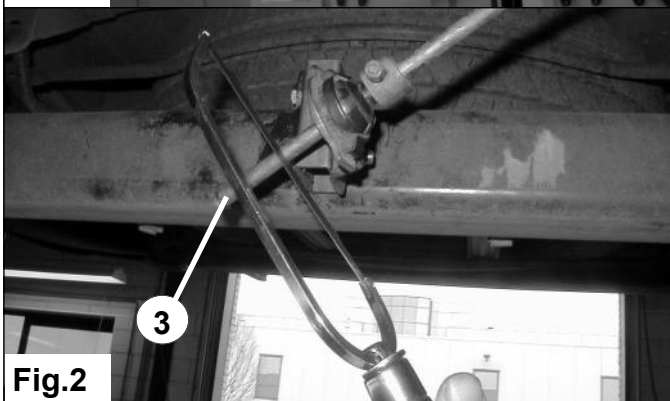

Fig.2
5. Sierre la parte de la barra LAR **3** que sobra debajo del eje. Véase la fig. 2